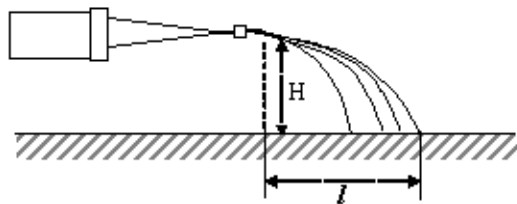

Рис. 10
14. Струя воды с площадью S_1 поперечного сечения, равной 4 см^2 , вытекает в горизонтальном направлении из брандспойта, расположенного на высоте $H = 2 \text{ м}$ над поверхностью Земли, и падает на эту поверхность на расстоянии $l = 8 \text{ м}$ (рис.10). Пренебрегая сопротивлением воздуха движению воды, найти избыточное давление p воды в рукаве, если площадь S_2 поперечного сечения рукава равна 50 см^2 ?